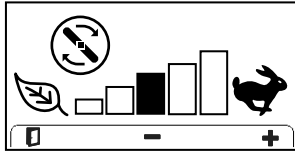

図 27
- ブレードスピード画面 (図 27) ボタンを押すとこの画面になり、 を押してカッティングユニットのブレード速度を調整することができます。この画面は、スマートパワーが OFF になっている時のみアクセスすることができます。